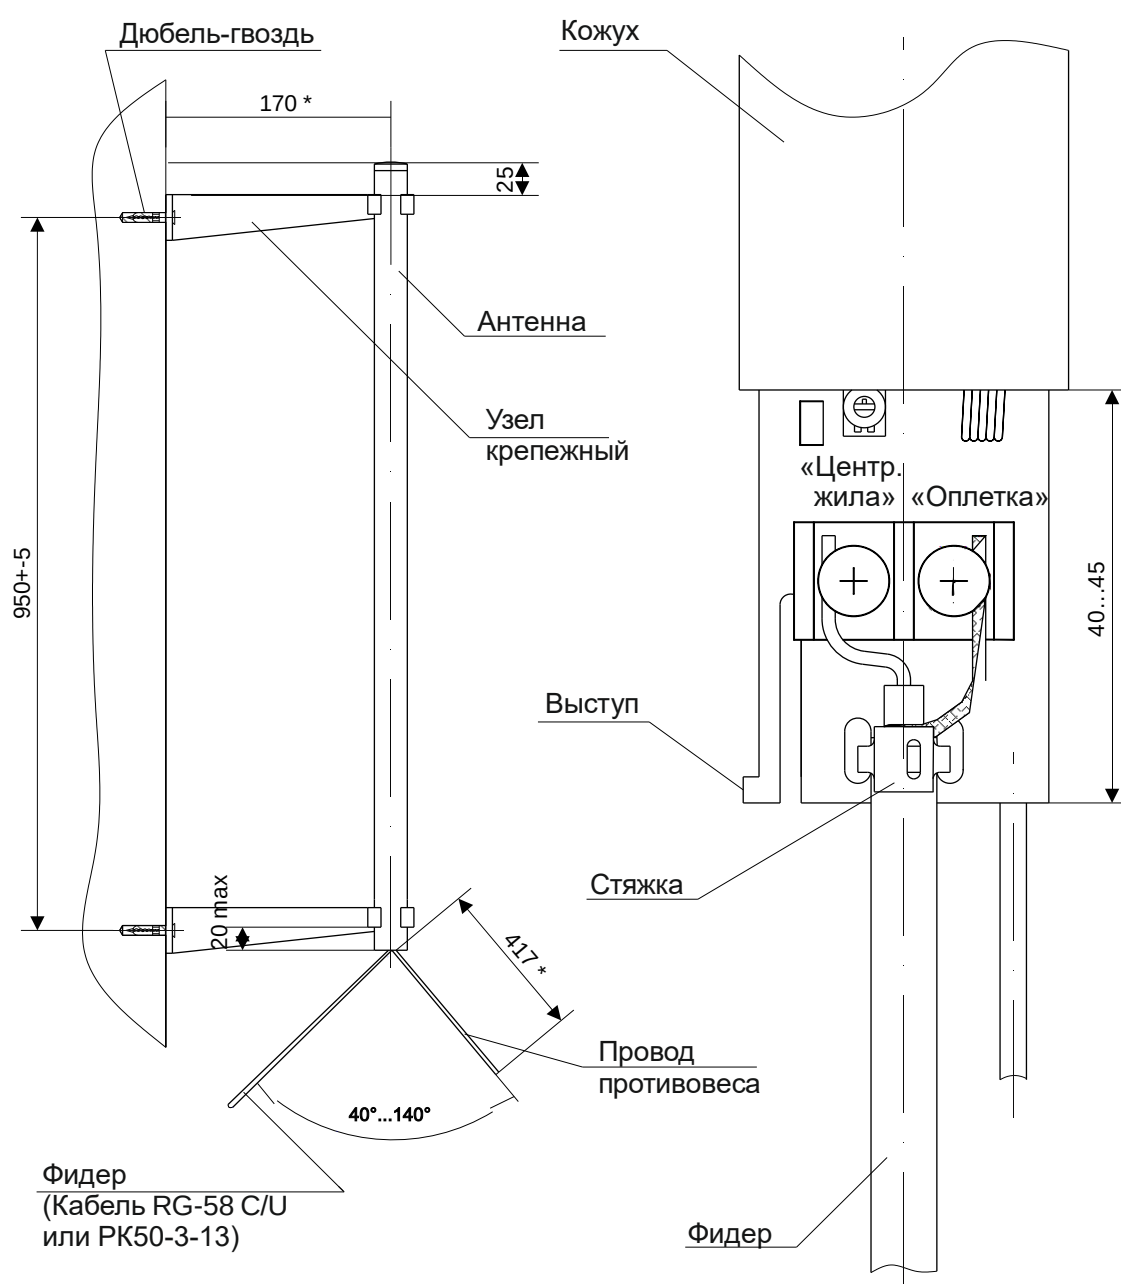

Рисунок 1
- вытянуть узел антенный из кожуха антенны на расстояние 40...45 мм от торца кожуха (см. рисунок 1);
Антенна монтируется на вертикальной кирпичной или деревянной стене при помощи крепежных узлов, входящих в комплект поставки. Рабочее положение антенны - вертикальное (см. рисунок 1). Рядом с антенной на расстоянии менее 0,5 м не должны находиться металлические предметы и провода с линейными размерами, соизмеримыми с длиной антенны. На кирпичной стене крепление крепежных узлов производить по предварительно выполненной разметке дюбель-гвоздями (диаметр сверла 6 мм). На деревянной стене узлы крепежные крепить шурупами диаметром 5 мм.